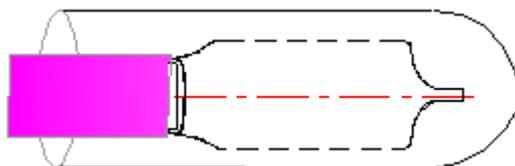

Рисунок 8 - Наложение герметизирующего оконцевателя
2.1.15 Перед окончательной сборкой согласующего устройства УС необходимо убедиться, что длина герметизирующего оконцевателя достаточна, чтобы после усадки закрыть устройство согласования с наложением на наружную изоляцию кабеля на **10 мм**. Следует учитывать, что при усадке линейный размер оконцевателя изменится (см. рисунок 8).